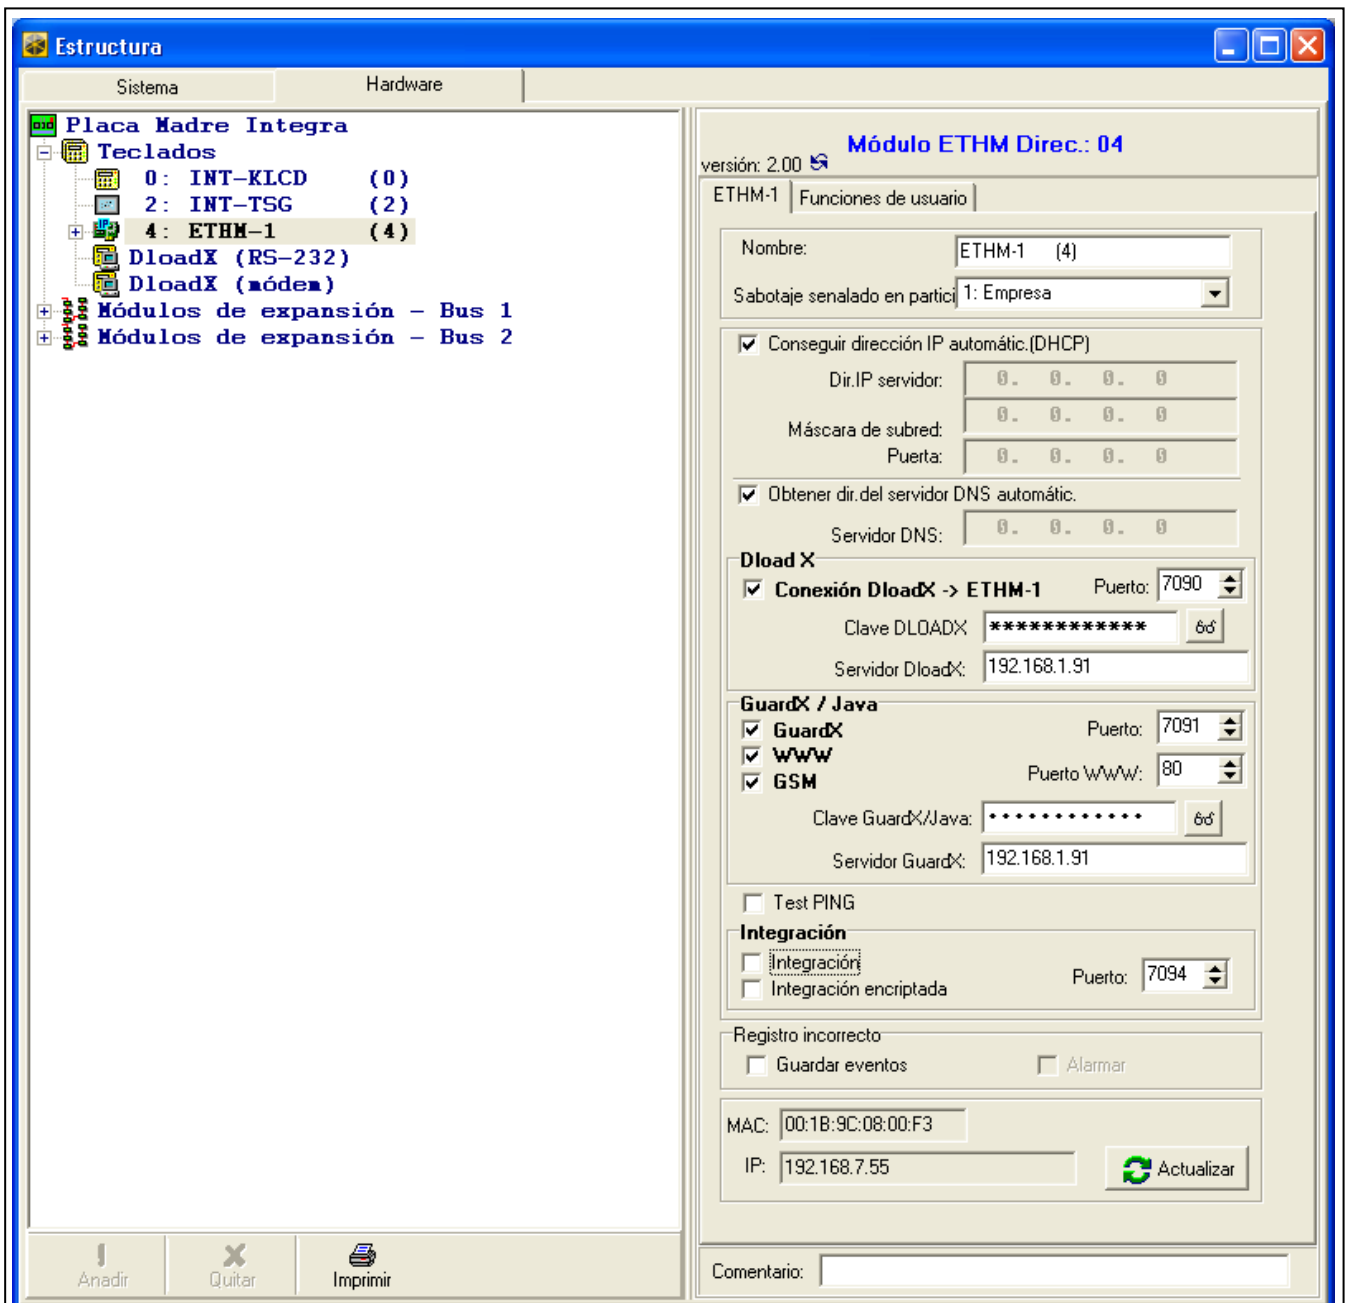

Fig. 5. Programa DLOADX: parámetros y opciones del módulo ETHM-1 Plus conectado a la central INTEGRA / INTEGRA Plus.
- el programa DLOADX: → ver “Estructura” → pestaña “Equipo” → ramo “Teclados” → [nombre del módulo] → pestaña “ETHM-1” (fig. 5).
- en el programa DloadX: por debajo de los parámetros y las opciones del módulo (fig. 5).